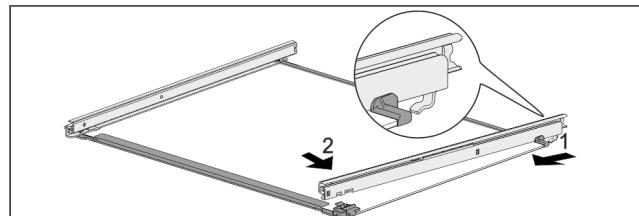

Fig. 123 Glasplatte mit Schienen
- Schiene hinten einhaken. Fig. 123 (1)
- Schiene vorne einrasten. Fig. 123 (2)